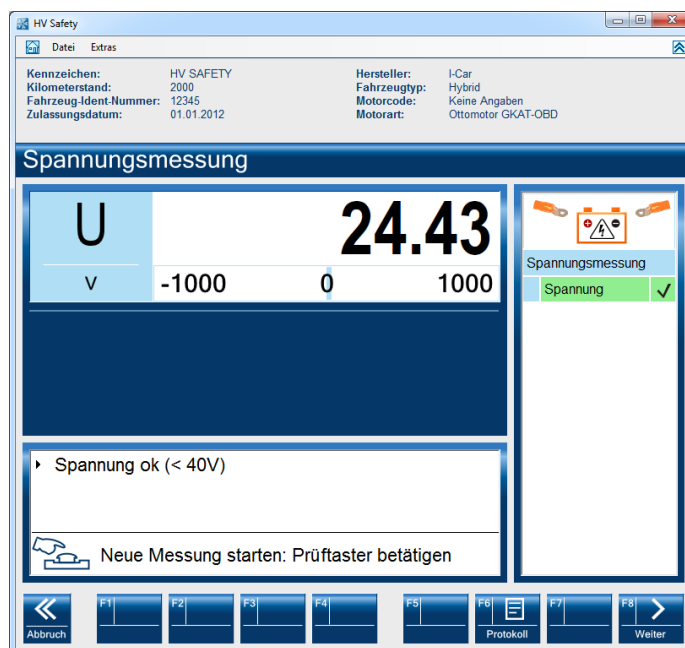

Abb. 3-3
6. Das Messergebnis wird dargestellt, siehe Abb. 3-3.